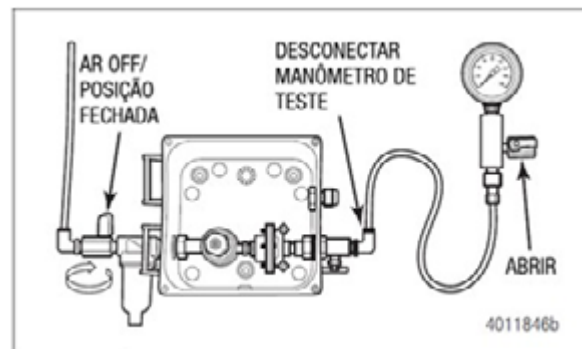

Figura 3.22
- C. Desconecte o manômetro de teste. Figura 3.22.